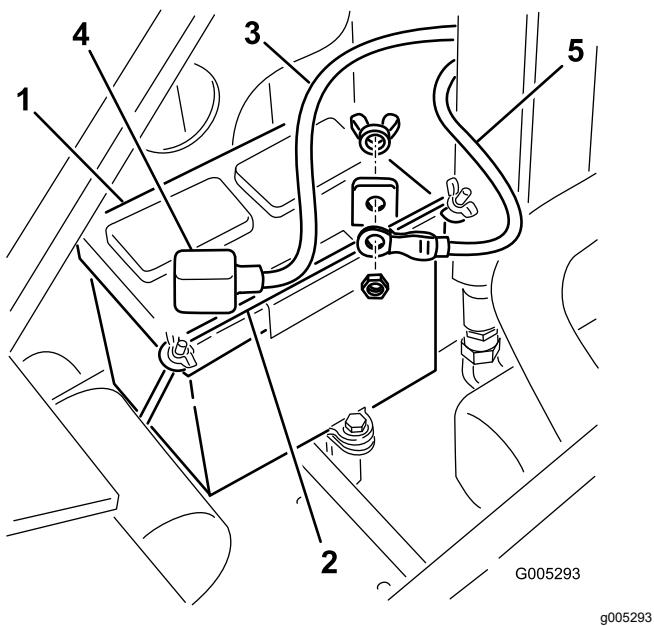

Рисунок 32
4. Снимите барашковые гайки и планку крепления аккумулятора (Рисунок 32).
5. Отсоедините отрицательный (черный) кабель от штыря аккумулятора (Рисунок 32). Сохраните крепежные детали.
7. Отсоедините положительный (красный) кабель от штыря аккумулятора (Рисунок 32). Сохраните крепежные детали.
- Используя ранее снятые крепежные детали, подсоедините положительный (красный) кабель к положительному (+) штырю аккумулятора (Рисунок 32).
- Используя ранее снятые крепежные детали, подсоедините отрицательный (черный) кабель к отрицательному (-) штырю аккумулятора (Рисунок 32).
- Прикрепите аккумулятор, используя планку и барабашковые гайки (Рисунок 32).